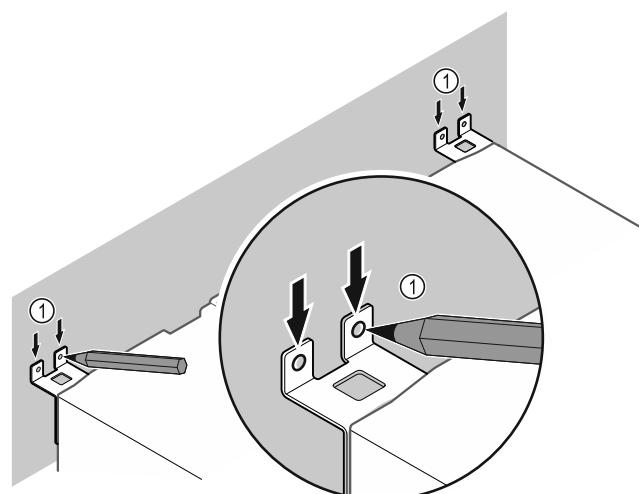

Fig. 9
- Hacer las marcas en la pared Fig. 9 (1).